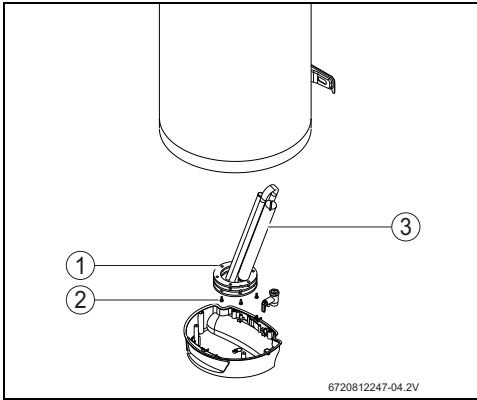

Fig. 13 Acceso a la zona interior e identificación de las partes
- ▶ Aflojar la tuerca de fijación de la brida (Fig. 13, [2]).
- ▶ Retirar la brida (Fig. 13, [1]).
- ▶ Comprobar el ánodo de magnesio (Fig. 13, [3]) y, dado el caso, sustitúyalo.